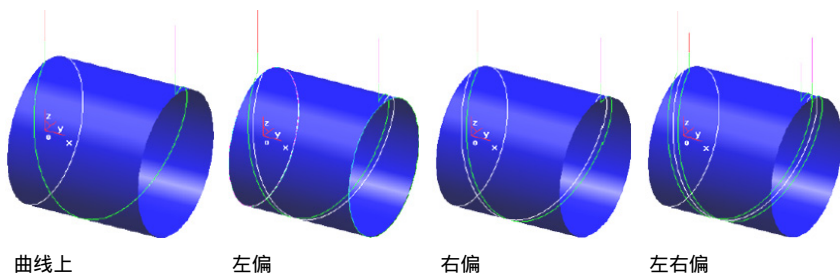

图 7-123 偏置设置
(5) 偏置选项 用四轴曲线方式加工槽时,有时也需要像在平面上加工槽那样,对槽宽做一些调整,以达到图纸所要求的尺寸,这样可通过偏置选项来达到目的。偏置设置如图 7-123 所示。